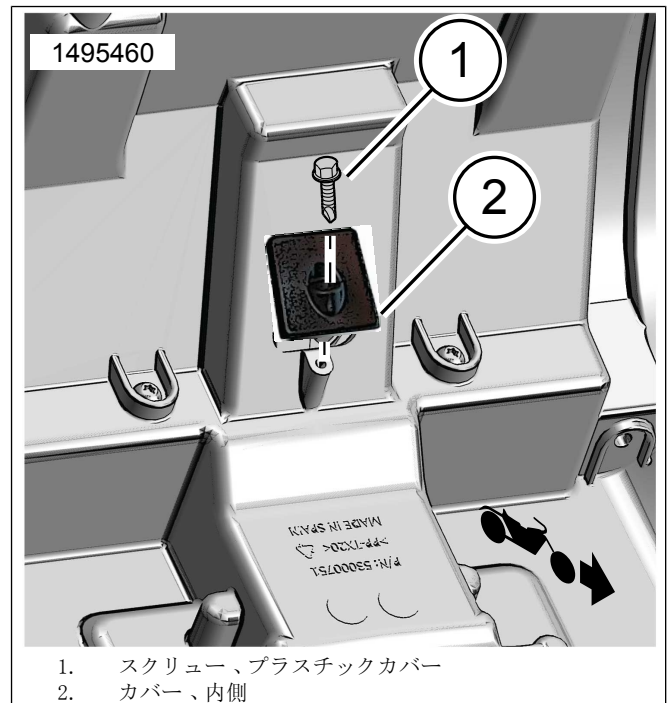

図10。内側カバーの取り付け
6. 図10カバー(2)とスクリュー(1)を取り付けます。手で締めます。